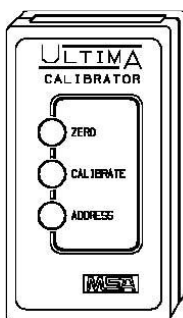

Figura 2-2. Controlador Última
- Calibrador do Monitor P/N 809997 (Figura 2-2)